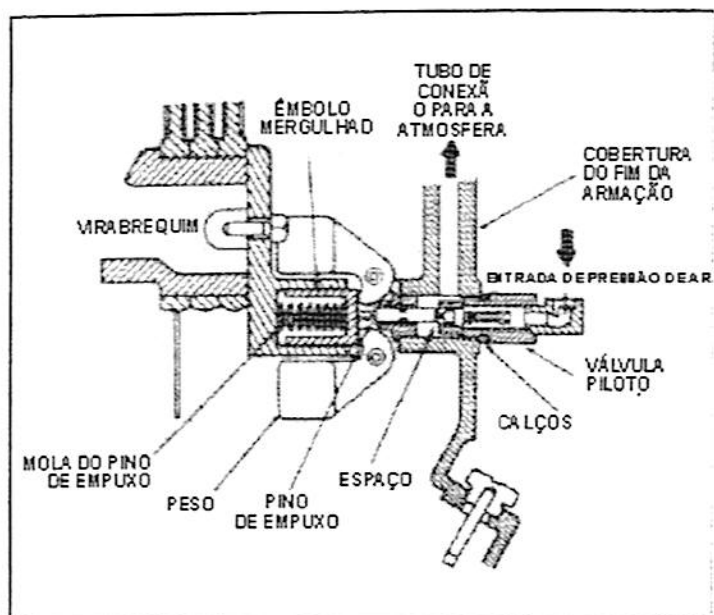
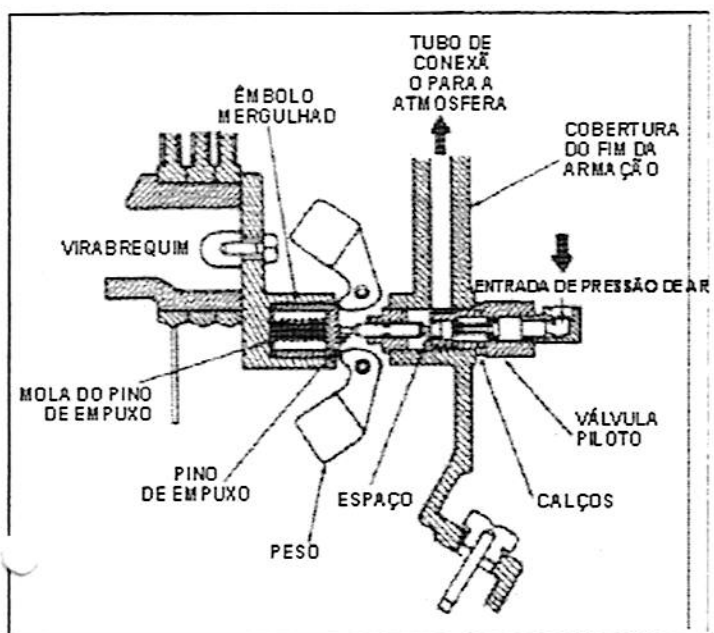

Figura 4-3. Posições dos pesos e pino de empuxo quando o compressor está parado.
Figura 4-4. Posições dos pesos e pino de empuxo quando o compressor está operando.
Como mostra a figura 4-3, o descarregador centrífugo é conectado à ponta do virabrequim. Assim, quando o compressor está em operação, a força centrífuga age nos pesos do descarregador e eles se movem para fora (consulte a figura 4-4). Quando o compressor pára esses pesos se retraem (figura 4-3), permitindo que a mola do pino de empuxo mova o êmbolo mergulhador e o pino de empuxo para fora. O pino de empuxo abre a válvula piloto e a pressão do ar preso escapa do cilindro e do resfriador intermediário através de uma passagem na cobertura do fim do quadro (consulte a figura 4-5), através do tubo descarregador e para a atmosfera através do filtro/silenciador da entrada de ar.
Para ajustar a válvula piloto, consulte a figura 4-3 e proceda da seguinte maneira:
5. Meça o espaço entre o corpo da válvula piloto e a cobertura do fim da armação (consulte a figura 4-3).